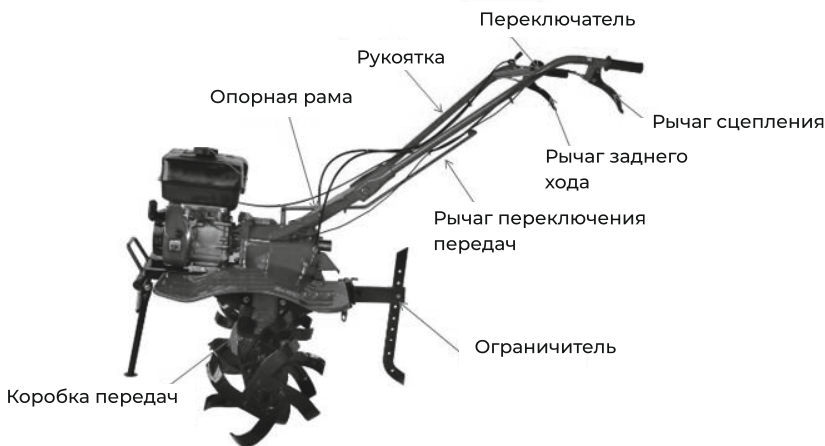

Рис. 1
1. Сборка после вскрытия коробки (рис. 1)